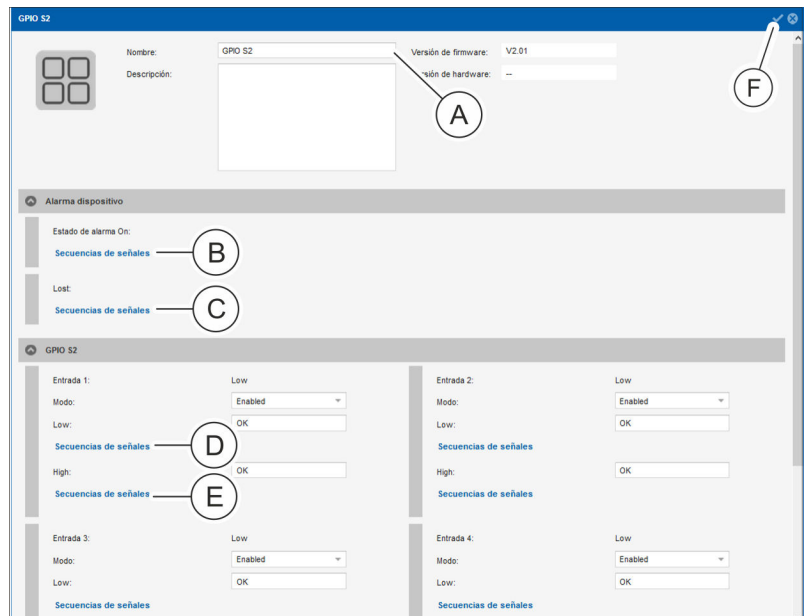

Fig. 131: Menú "Estado" – pestaña "Sensores" (vista detallada)
6. ➤ En caso necesario, cambie el nombre del módulo GPIO seleccionado y añada una descripción (Fig. 131/A).
7. ▶ En caso necesario, asigne una secuencia de señales a la entrada correspondiente a la señal Low con el botón "Secuencias de señales" (Fig. 131/Ⓞ).
11. ▶ En caso necesario, asigne una secuencia de señales a la entrada correspondiente a la señal High con el botón "Secuencias de señales" (Fig. 131/Ⓞ) (de forma análoga a los pasos 8–10).
12. ▶ En el campo "Alarma dispositivo", configure una secuencia de señales para "Estado de alarma Lost" y para "Estado de alarma OK" en caso necesario. Para ello, haga clic en el botón "Secuencias de señales" (Fig. 131/Ⓞ o bien Ⓒ).
14. ▶ Guarde la configuración con el botón "Guardar" (Fig. 131/Ⓞ).